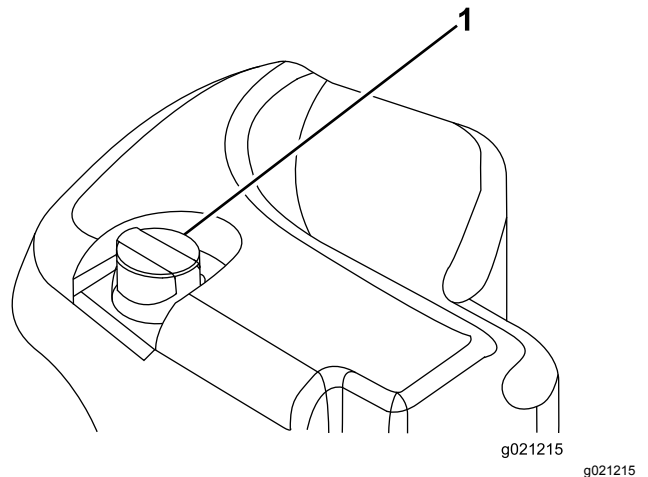

Bild 18
2. Reinigen Sie den Bereich um den Einfüllstutzen und den Deckel des Hydraulikölbehälters (Bild 18).